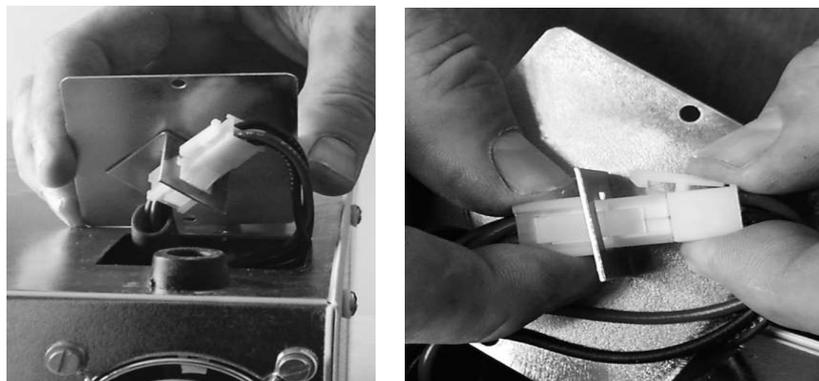

Рис. 2. Крышка с фиксатором и разъем лампы
- 4 – отсоедините штекер лампы (рис. 2.);